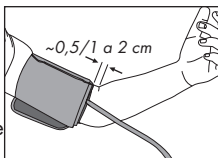

Fig. 5
3. El borde inferior del manguito debe colocarse aproximadamente 13 mm por encima de la articulación del codo, Fig. 5.